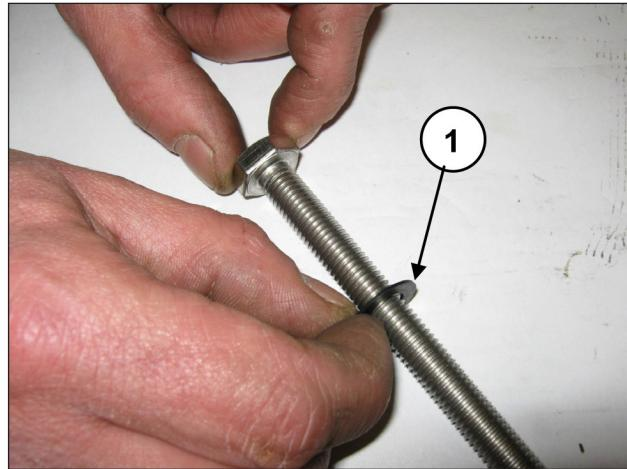

Fig. 181
Enfiler la rondelle Ø10x18x0.9 sur la vis de fixation du piston (rep. ①, Fig. 181).